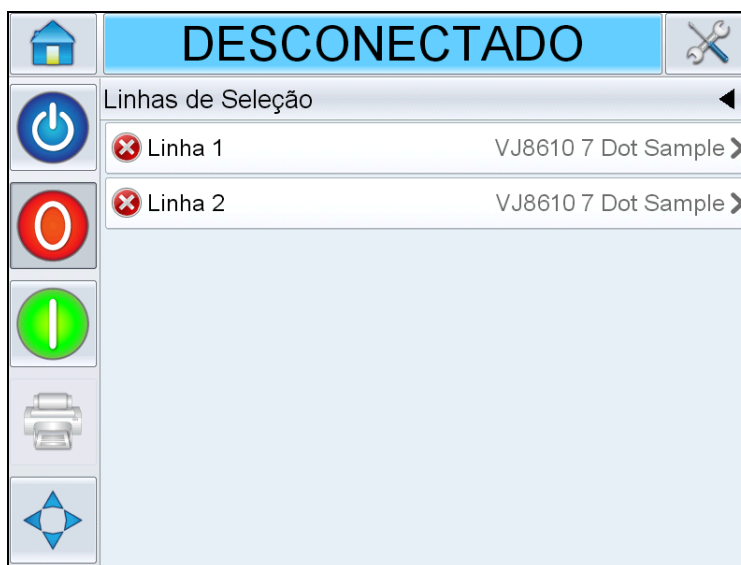

Figura 6-18: Página Seleção de Linha
- a. Toque em  na página de *Linhas de Seleção* (consulte Figura 6-18).